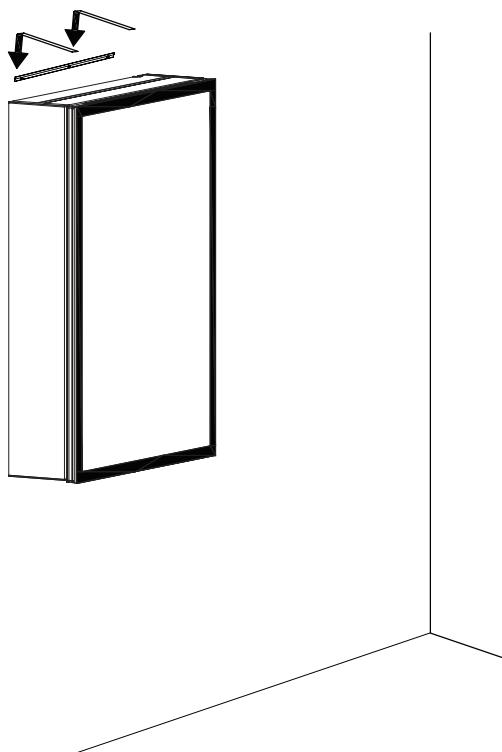

Fig. 7
2.3 Slå slutligen på huvudströmbrytaren och kontrollera att strömbrytaren fungerar normalt (fig. 7).